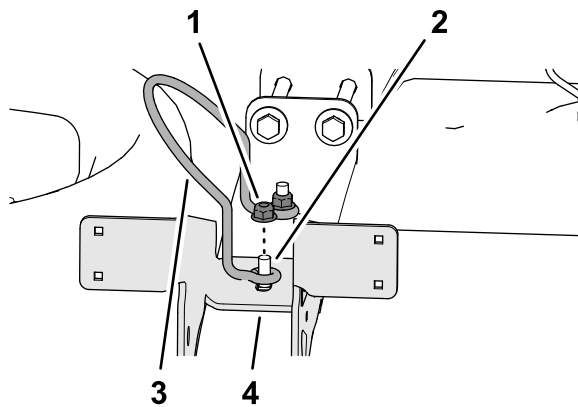

Рисунок 14
4. Установите фиксатор крышки бака и две фланцевые контргайки, снятые при выполнении пункта 1, на 2 верхних каретных болта (Рисунок 14).